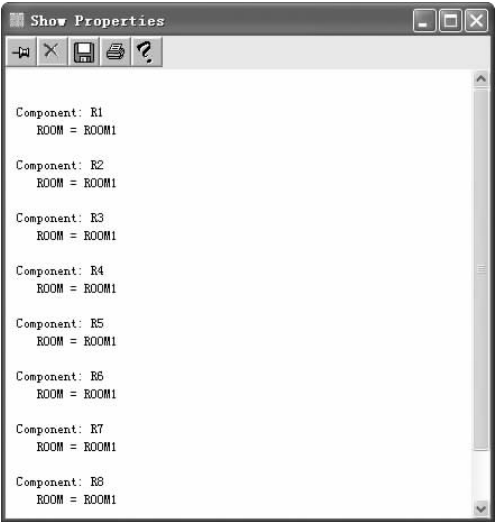

图 12-119 “Show Properties（显示属性）”对话框
4) 完成添加后，单击 **Apply** 按钮，完成在 PCB 中 Room 属性的添加，弹出“Show Properties（显示属性）”对话框，在该对话框中显示元件属性，如图 12-119 所示。